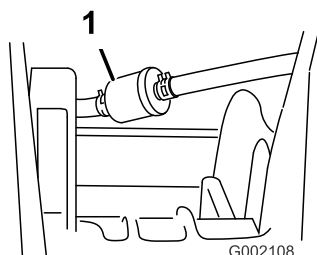

Рисунок 44
5. Снимите зажимы, крепящие топливный фильтр к топливным линиям (Рисунок 44).